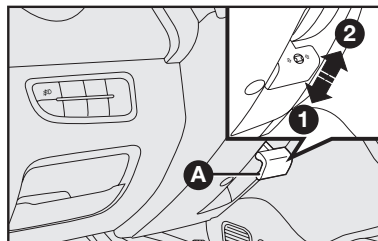

fig. 9
VOLANTE - fig. 9
- 1) Desplace la palanca **A**-fig. 9 hasta la posición **2**-fig. 9.
- 3) Vuelva a poner la palanca en la posición **1**-fig. 9 para trabar nuevamente el volante.